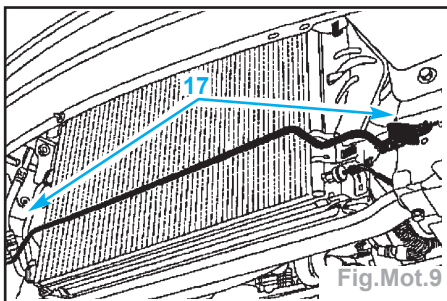

Fig.Mot.9
- Déposer le tuyau de direction assistée (17), sur la colonne et sur le bocal de direction assistée (Fig.Mot.9).